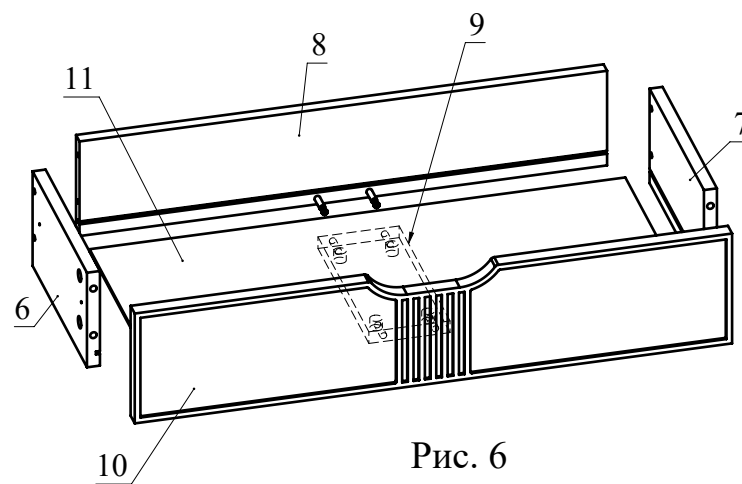
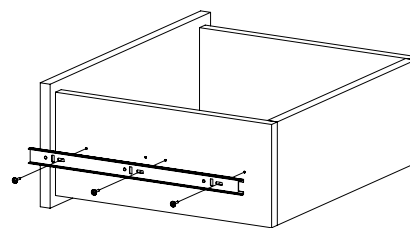

Рис. 6
Рис. 7
5. Соберите ящик. Для этого соедините детали 6 и 7 с деталью 8 при помощи конфирматов. Установите деталь 9 на деталь 8 и затяните головки минификсов. Вставьте дно ящика 11 из ДВП в пазы деталей 6, 7, 8. Соедините деталь 10 с полученной конструкцией и затяните головки минификсов (Рис. 6). Закрепите внутренние планки направляющих на деталях 6 и 7 шурупами 3,5х16 (Рис. 7).